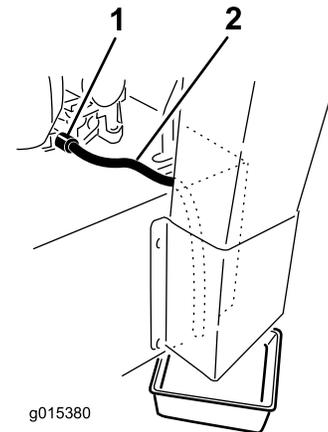

Figura 32
**Nota:** Rode a válvula de drenagem de óleo para deixar o óleo drenar (Figura 32).